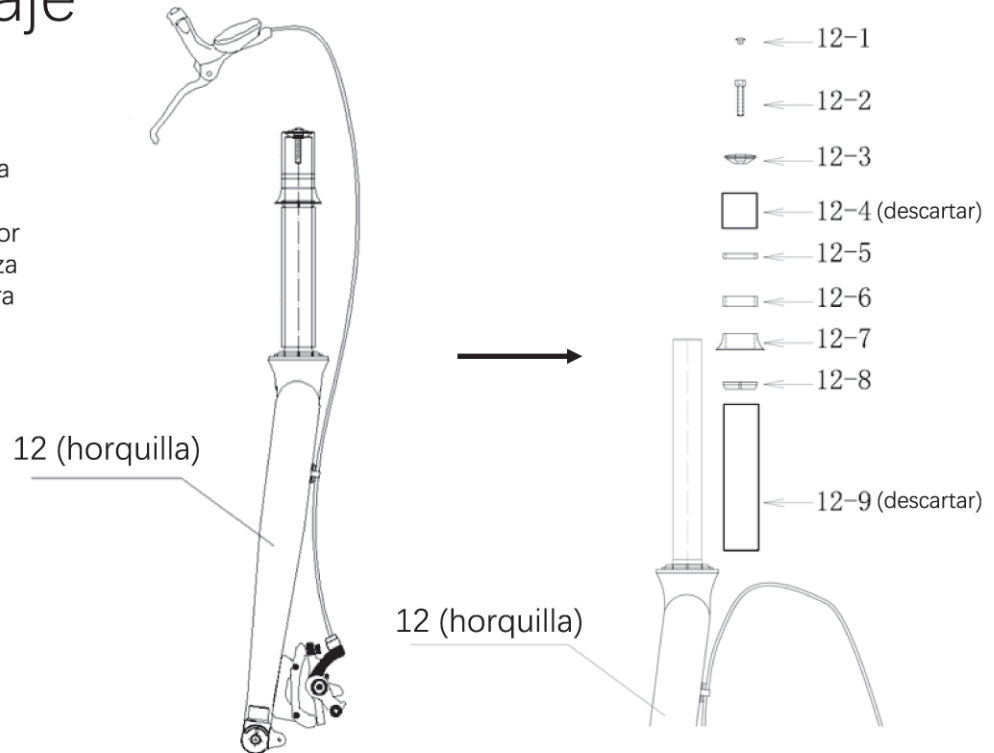

Figura 21.
c. Utilice una llave Allen de 5 mm para retirar el perno (pieza 12-2), retire todas las piezas de la horquilla una por una y, a continuación, deseche la pieza 12-4 y la pieza 12-9, como se muestra en la Figura 21.